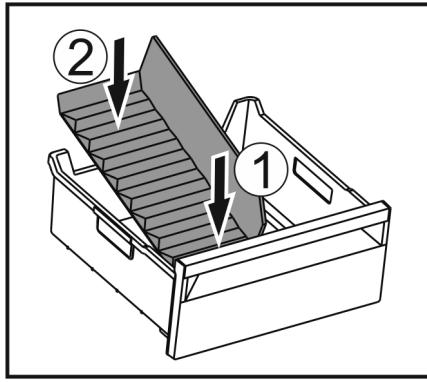

Fig. 100
► Вставити передню частину перегородки відділення для льоду. Fig. 100 (1)
► Опустити задню частину перегородки відділення до дна ящика для кубиків льоду. Fig. 100 (2)